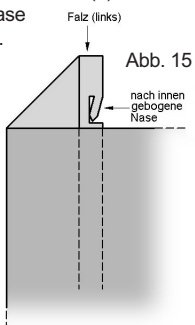

Abb. 15
An den den Falzen des Grundschaftes (3) links und rechts ist jeweils eine kleine Nase nach innen gebogen (Abb. 15).